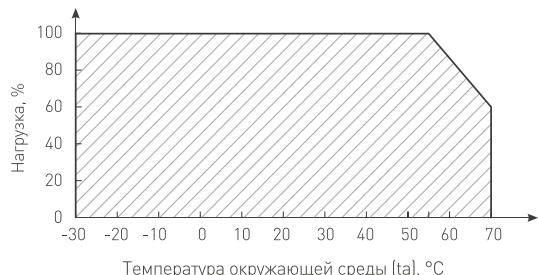

Рис. 2. Максимальная допустимая нагрузка, % от мощности источника для 35 и 100 Вт
- 4.3. Не нагружайте источник питания более 80% от его максимальной мощности. Учитывайте, что с повышением температуры окружающей среды максимальная мощность источника питания снижается, см. график зависимости на рис. 2 и 3.